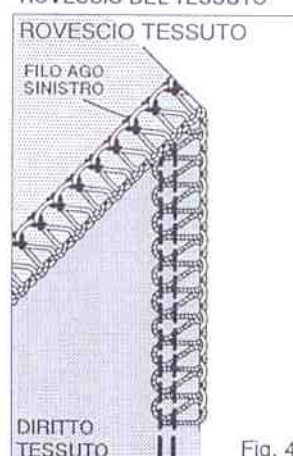

Fig. 4
Loops may hang off the edge, when you sew with lightweight fabric using 3 threads (right needle only), and setting cutting width dial at 4 - 5 (Fig. 3). In such a case change the stitch finger (A) to (B) to get neat stitching (Fig. 4).
La forma de lazo está demasiado floja, cuando cose con el material de género ligero usando 3 hilos (sólo la aguja izquierda), y fijando el dial de anchura de costura en 4 - 5 (Fig. 3). En estos casos, cambiar el dedo de puntada (A) a (B) para obtener una mejor puntada (Fig. 4).